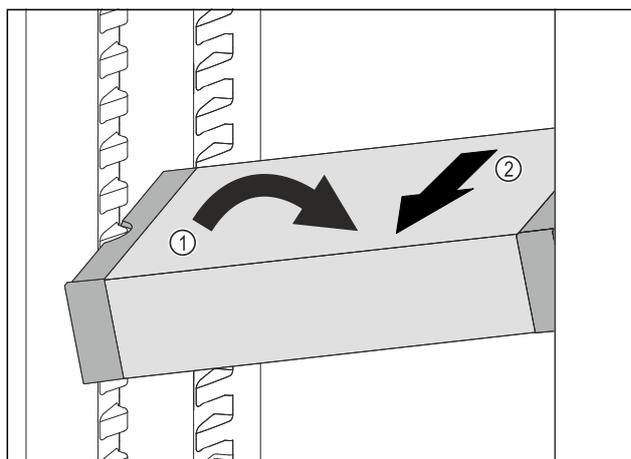

Fig. 89
- Impostare il vano frigorifero di VarioSafe ad angolo. Fig. 89 (1)
- Rimuovere VarioSafe tirando in avanti. Fig. 89 (2)